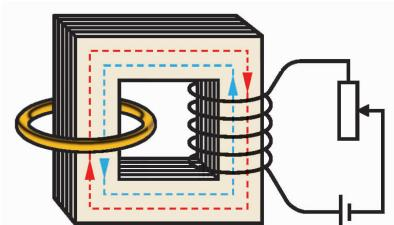

图 1-4-10
7. 如图 1-4-10 所示，铁芯右边绕有一个线圈，线圈两端与滑动变阻器、电池组连成回路. 左边的铁芯上套有一个半径为 0.1 m 、电阻为 0.1Ω 的金属环.